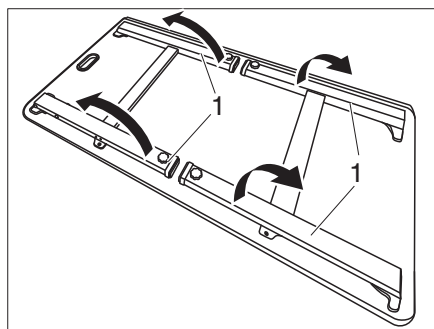
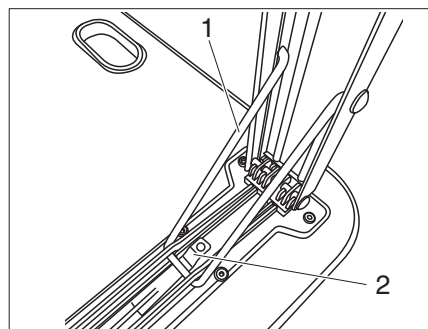

Figure 35 Dessous de la table
Figure 36 Dispositif de verrouillage
- Remonter tous les pieds de table (Figure 35, 1) jusqu'à ce que les étriers (Figure 36, 1) s'engagent dans les dispositifs de verrouillage.
- Appuyer sur le cran (Figure 36, 2) et déplacer les pieds de table (Figure 35, 1) vers le bas.